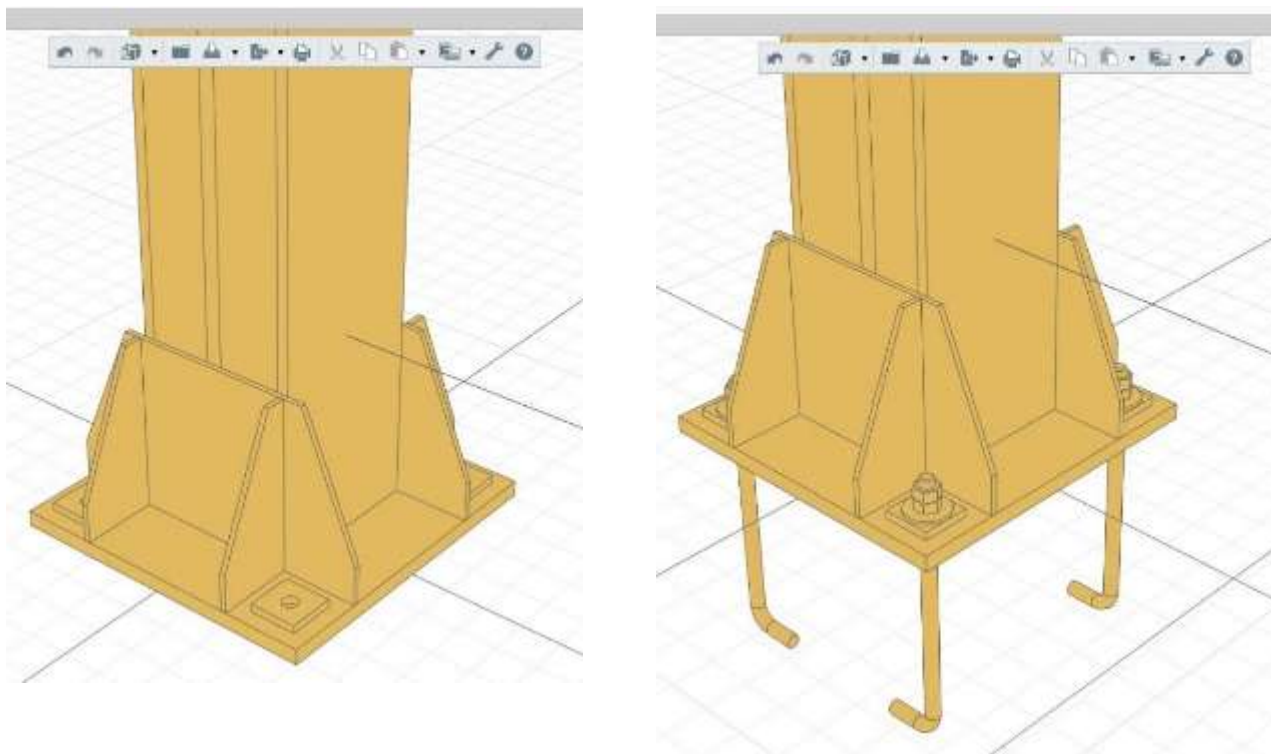

Рисунок 14.8 - Размещение ребер жесткости. Расстановка анкеров
5. Добавляем ребра с фасками. Renga предоставляет очень удобный функционал по размещению элементов (рис. 14.8). Можно заранее задать необходимое смещение по координатам и разместить пластины в необходимом месте. Пластины размещаются в плоскости уровня, поэтому нужно задать поворот пластины, чтобы она размещалась перпендикулярно уровню «Низ колонн».
6. Добавляем анкера в узел, через инструмент *Элемент*. 3Дтело анкера вместе с болтами можно сделать в программе КОМПАС и экспортировать в Renga. Размещаем полученные анкера в уровне *Низ колонн* со смещением и правильным расположением по отверстиям (рис. 14.8).